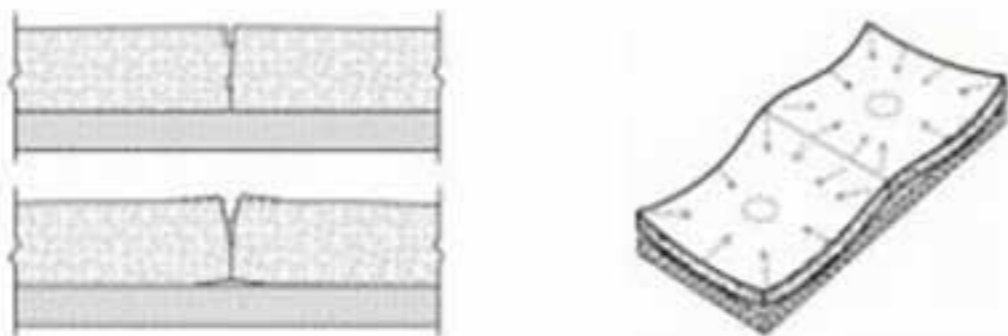

Figura 1. L'imbarcamento o curling in un giunto di contrazione (quelli tagliati)
**Figura 1.** Progetto di "rialzo" del Torrione Sud del Castello Sforzesco. In sezione, i due serbatoi sovrapposti in c.a. interni alla cortina muraria in mattoni e bugne di pietra ("Il Cemento", aprile-maggio 1905, p. 452)
Come risultato dell'imbarcamento o curling, i giunti si deteriorano rapidamente, causando problemi di sicurezza con urgente necessità di riparazioni. L'imbarcamento o curling è più evidente nei giunti di costruzione, ma può verificarsi anche in fessure e all'incrocio dei giunti di contrazione (Figura 1). Un giunto di costruzione può raggiungere un imbarcamento anche di 18 mm più alto del piano originale di riferimento.